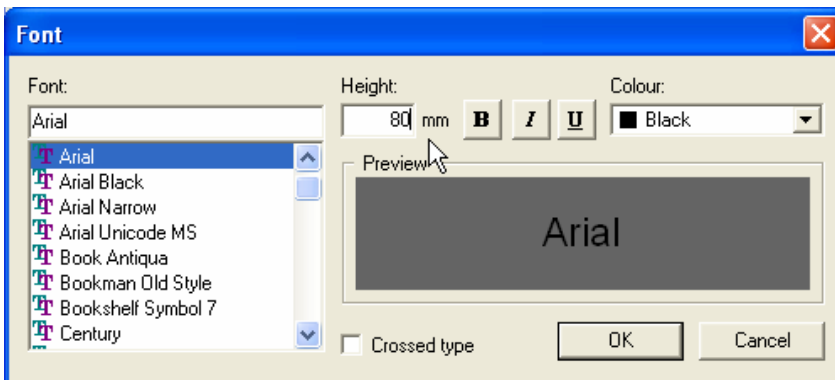

Рис. 3.2-47 Настройка шрифта
В диалоговом окне *Text/Текст* к описанию щелкните кнопку *Select font/Выбери шрифт*. Стандартно размер шрифта настроен в 100 мм, в случае необходимости его можете сменить. Также можно уменьшить стиль и цвет шрифта. (Рис. 3.2-47)
3. Опять щелкните на определение размеров трубопровода, программа уже зачислит также балансировочный клапан, вычислит дифференцию давления регулируемую на клапанах и определит необходимую настройку балансировочного клапана, которую можно также изобразить в описании. Щелкните в проекте левой кнопкой мыши на описание к балансировочному клапану, после этого правой кнопкой мыши и в шторке выберите *Properties/Качества*. Появится диалоговое окно *Text to description/Текст к описанию*. Щелкните в пустую клетку с названием *Description/Описание*. В поле с названием *Description/Описания* (если это поле не изображено, щелкните кнопку *More/Более*) щелкните кнопку *Set.#e/Настр.#e*. Команда переместится в поле с названием *Description/Описание*. Для окончания нажмите кнопку ОК. (Рис. 3.2-47)